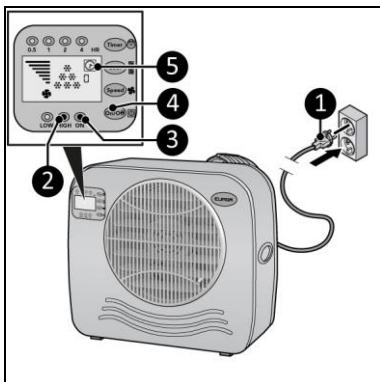

Figure 10
2. Insérez la fiche d'alimentation (figure 10, pos. 1) dans une prise murale reliée à la terre et facilement accessible. Utilisez une prise murale avec mise à la terre d'une puissance minimale de 450 watts.
4. Appuyez sur le bouton ON/OFF (figure 10, pos. 4). L'indicateur d'alimentation (figure 10, pos. 3) et l'indicateur de haute température (figure 10, pos. 2) s'allument. L'écran affiche l'indication d'heure et 6 indicateurs de refroidissement (figure 10, pos. 5). L'appareil fonctionne maintenant à haute capacité.